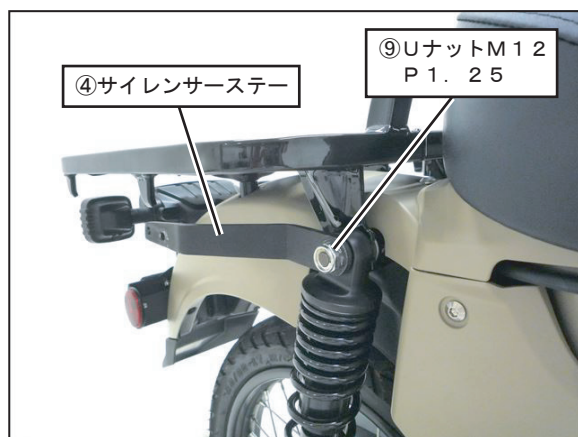

FIG. 3
4. サスペンション上部を留めている純正ボルトアダプター8mmと純正ワッシャを外し、④サイレンサーステーを⑨UナットM12P1.25三種を使用して仮締めして下さい。(FIG. 3 参照)